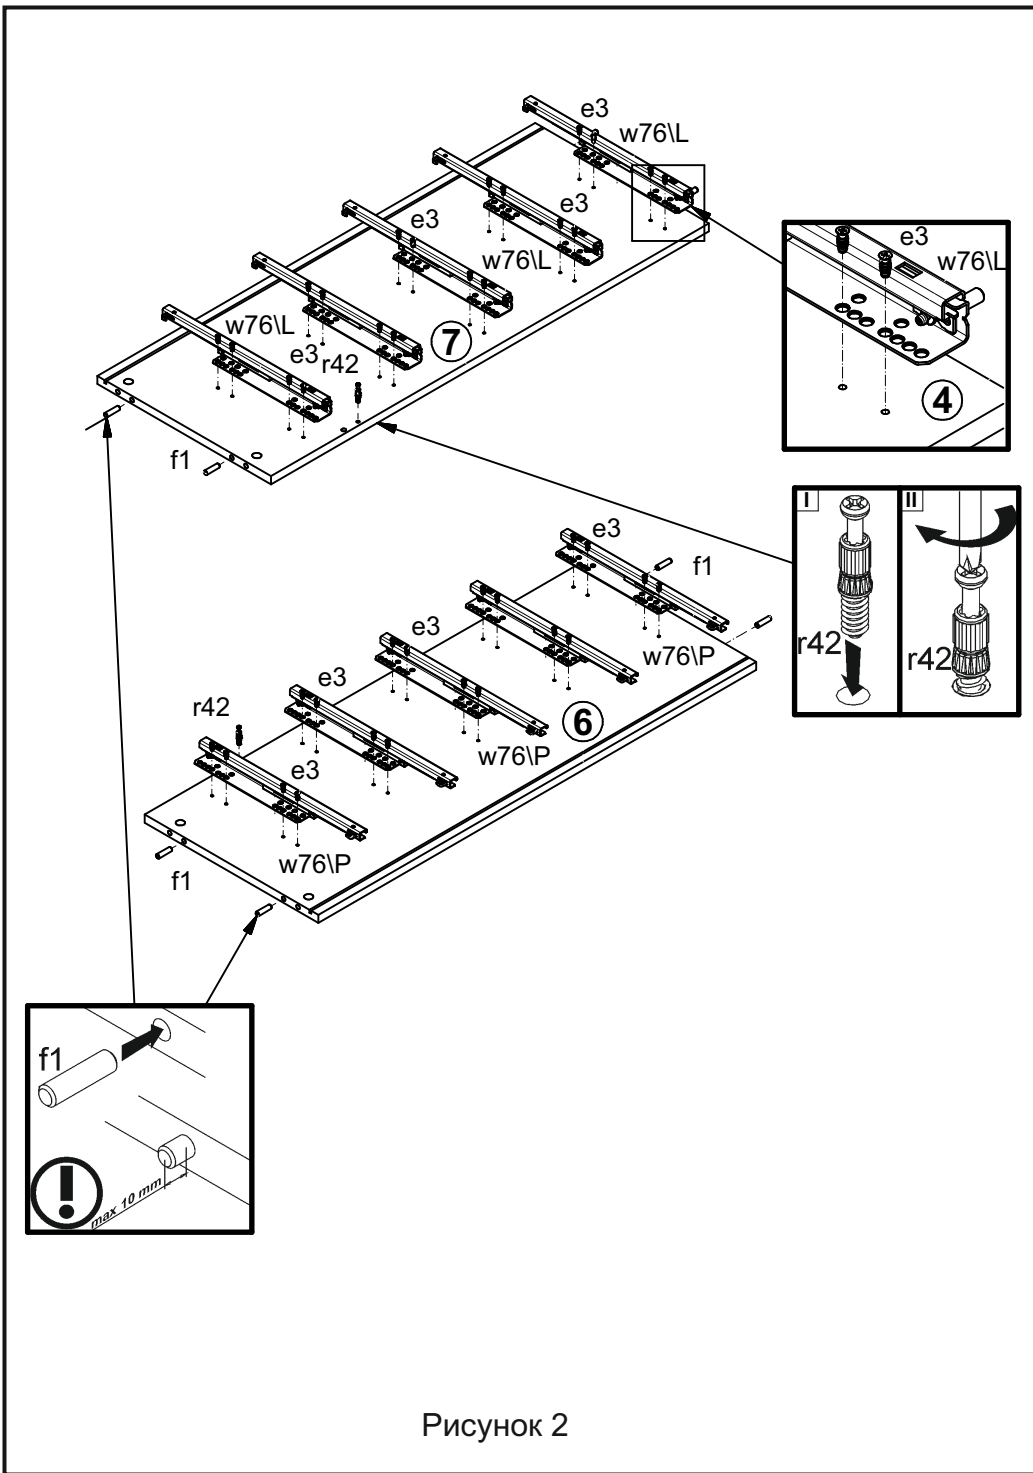
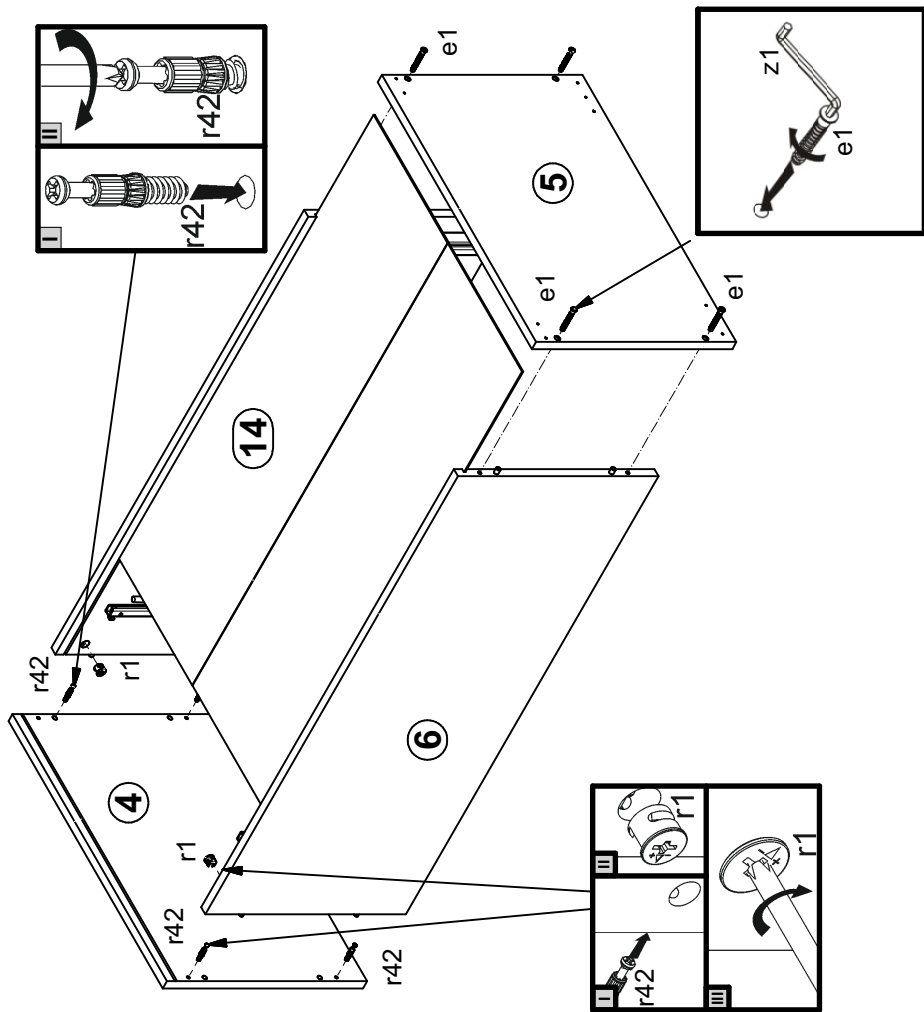

Рисунок 2
Рисунок 4
4.2 В отверстия $\varnothing 8$ мм на верхних и нижних кромках стенок боковых 4 и 6 (см. рис. 2) и в торцах планки декоративной рифленой 12 вбить деревянные шканты f1 (см. рис. 3).
4.3. В отверстия $\varnothing 4$ мм на внутренних поверхностях стенок 4,6 еврошурупами e3 закрепить по 5 комплектов направляющих w76\lL и w76\lP (см. рис. 2).
4.4. В отверстия $\varnothing 5$ мм на внутренних поверхностях стенок 4,6 (см. рис. 2), на нижней поверхности щита верхнего 7 (см. рис. 4) вкрутить винты стяжки r42.
4.5. В отверстия $\varnothing 15$ мм на задней поверхности планки декоративной рифленой 12 (см.рис. 3), на внутренних поверхностях стенок 4,6 (см.рис. 4) вставить стяжки эксцентриковые r1.
4.7. Присоединить щит 7 к стенкам 4, 6 с помощью шкантов f1, затянуть стяжки эксцентриковые r1, пользуясь отверткой, вставить стенку заднюю 14 в пазы в деталях 4, 6, 7. Передние стяжки закрыть заглушками s2 (см. рис. 4).
4.8. Присоединить щит 5 к стенкам 4, 6 с помощью шкантов f1, затянуть конформаты e1 на нижней поверхности щита 5 пользуясь ключом z1 (см. рис. 4).
4.16. Закрывать передние эксцентриковые стяжки на стенках боковых 4,6 заглушками s2 (см. рис. 4).